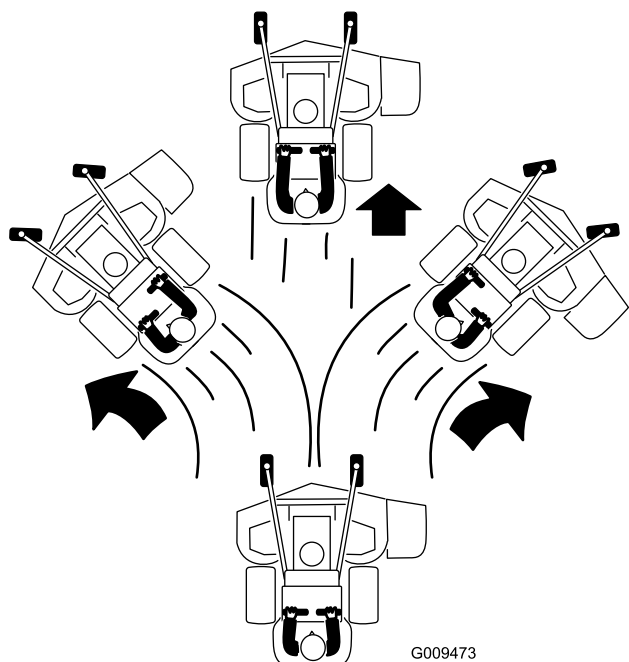

Figure 19
4. Poussez lentement les leviers de commande de déplacement lentement en avant (Figure 19).